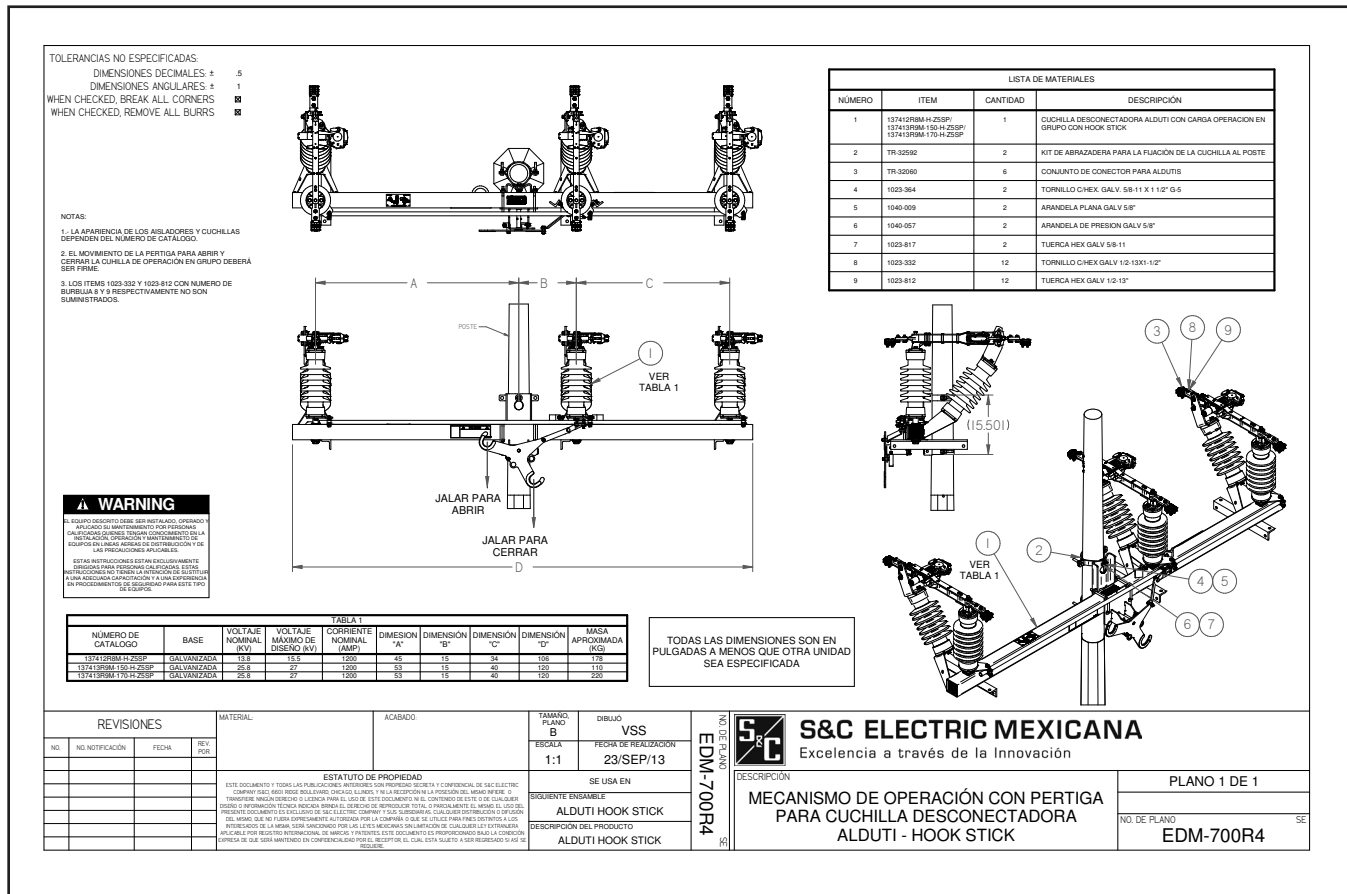

Figura 2. Plano de montaje (PM).
Además de este instructivo, se incluye un detallado plano de montaje (PM), que ilustra la configuración de montaje estándar. Una muestra de ello se exhibe en la Figura 2.